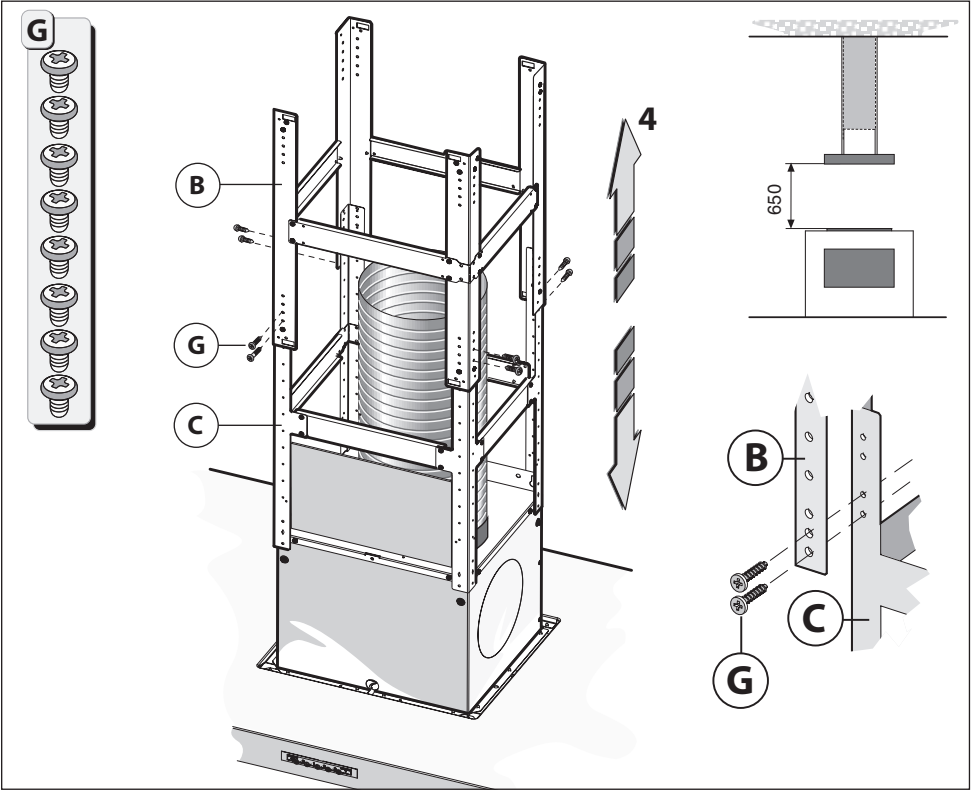

Fig.5
- Die gewünschte Höhe einstellen, wobei darauf geachtet werden muss, dass die in Abbildung 5 angegebene Quote eingehalten wird. Danach diese über die 8 Schrauben **G** der Ausstattung feststellen.